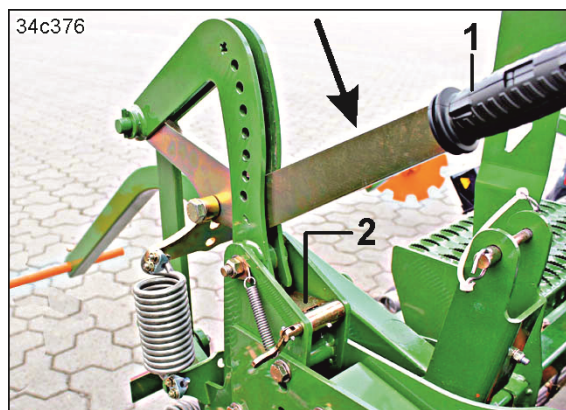

Fig. 203
4. Tryk håndtaget (Fig. 203/1) i pileretningen, indtil klempladen (Fig. 203/2) går i indgreb.